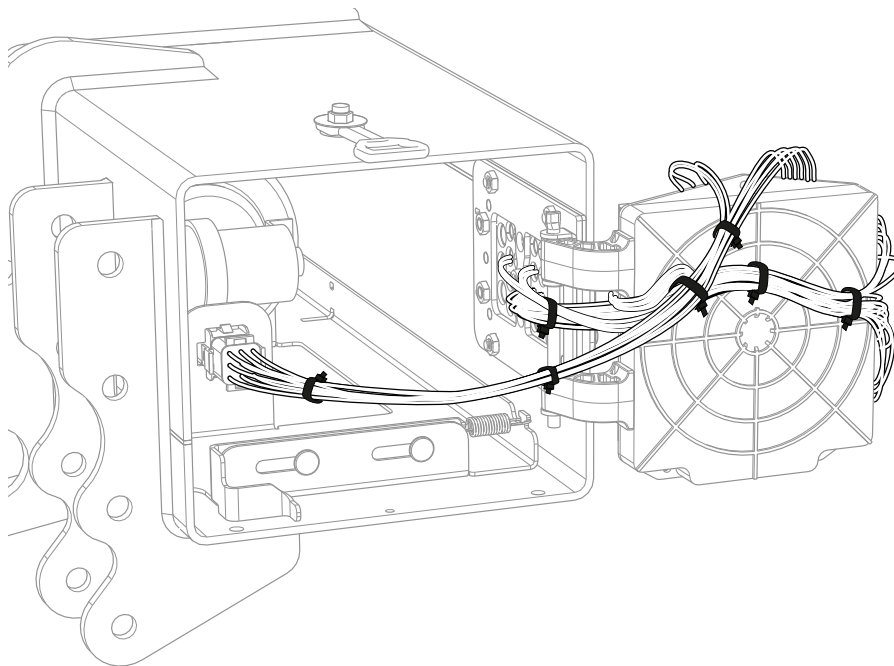

Bild 79. Montering av kablage med buntband
5. I förkommande fall, koppla in hyttströmbrytare (CS) och larm för öppen plattform. Se avsnitt 6.2.6 - 6.2.7.
6. Dra kablaget på reläkortets/styrkortets baksida och säkra med buntband. Se Bild 79.